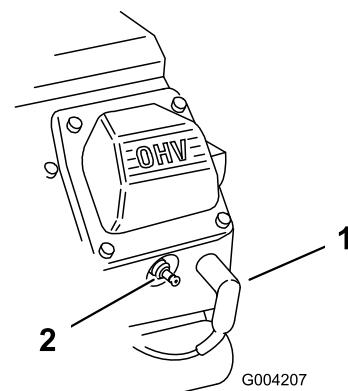

Рисунок 166
- Наденьте провода свечей зажигания на свечи (Рисунок 166).